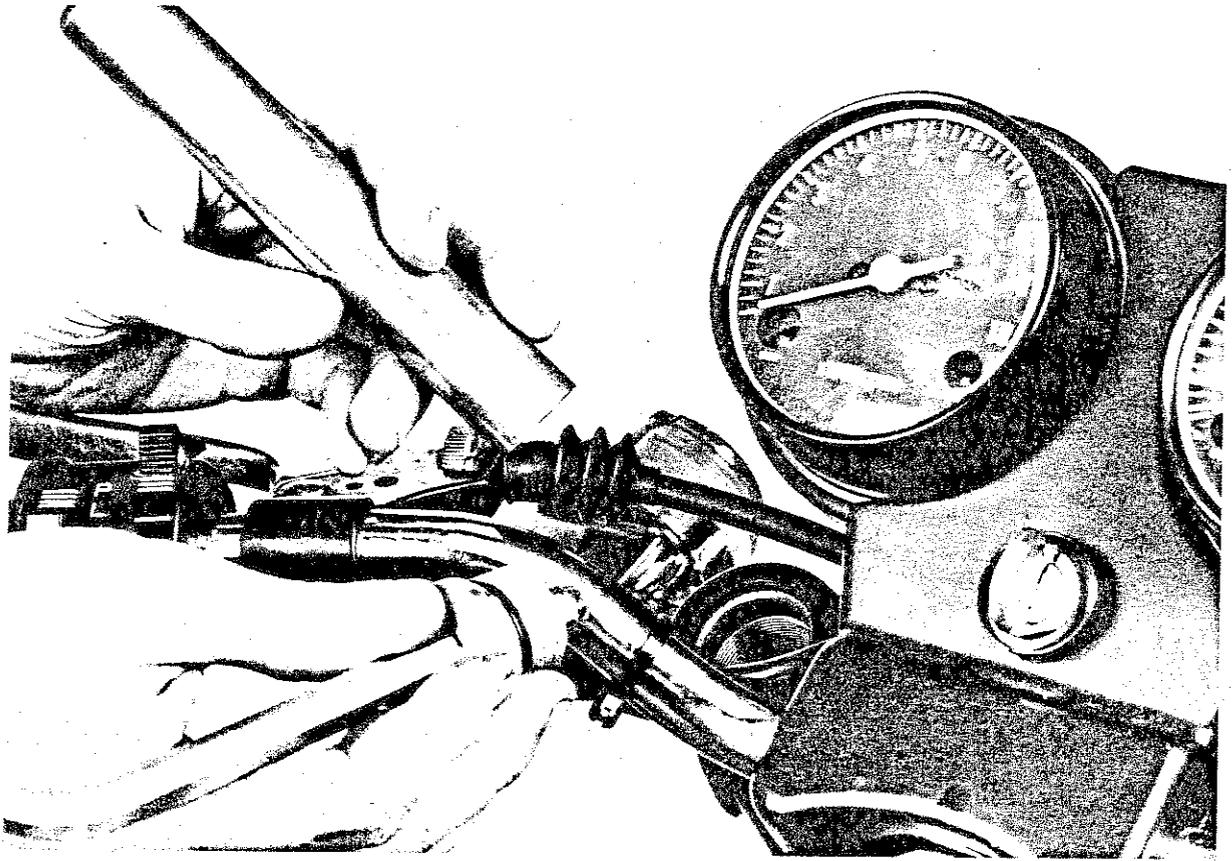

Fig. 206
- 1) Svitare con una brugola da 12 il tappo posto alla sommità di ogni stelo (Fig. 206).
- 1) Remove the plugs fitted to the top of each stanchion, using a 12 mm Allen key (Fig. 206).